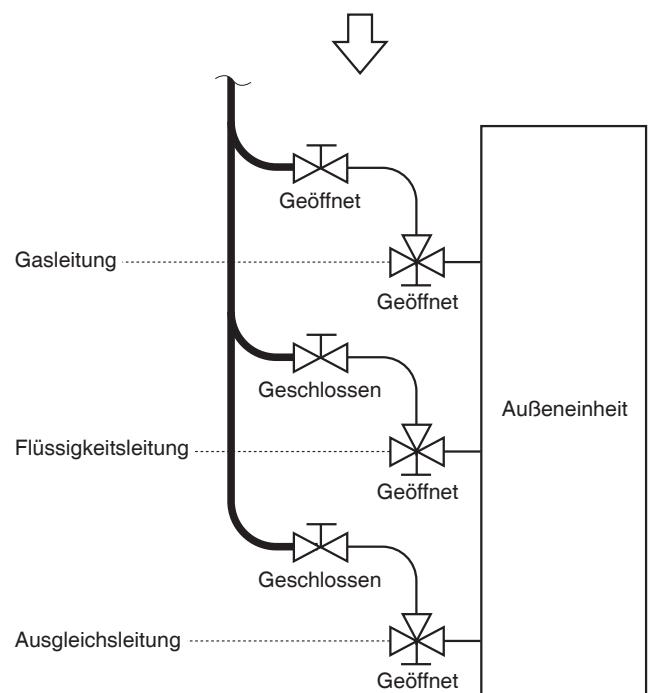

Abb. 6-6
- Wenn die zusätzliche Kältemittelmenge nicht auf einmal eingefüllt werden kann, muss das restliche Kältemittel in flüssiger Form am Gasleitungs-Wartungsventil eingeführt werden, wobei sich das System während des Probelaufs im Kühlbetrieb-Modus befinden muss (Abb. 6-6).